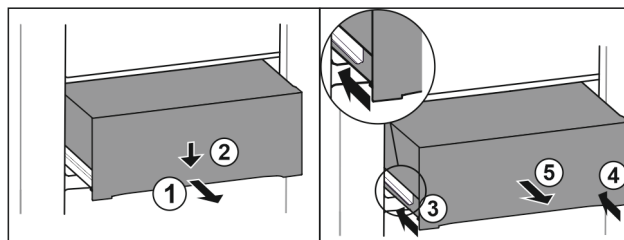

Fig. 121
- ▶ Extraiga el cajón hasta la mitad. Fig. 121 (1)
- ▶ Presionar hacia abajo el cajón de la parte delantera. Fig. 121 (2)
- ▶ Introducir el carril izquierdo unos 2 cm. Fig. 121 (3)
- ▶ Introducir el carril derecho unos 2 cm. Fig. 121 (4)
- ▶ Extraiga el cajón hacia delante. Fig. 121 (5)